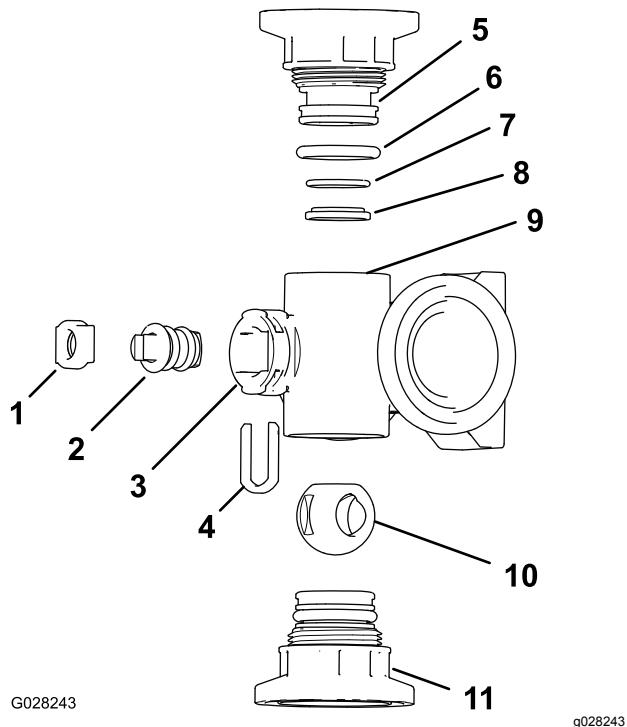
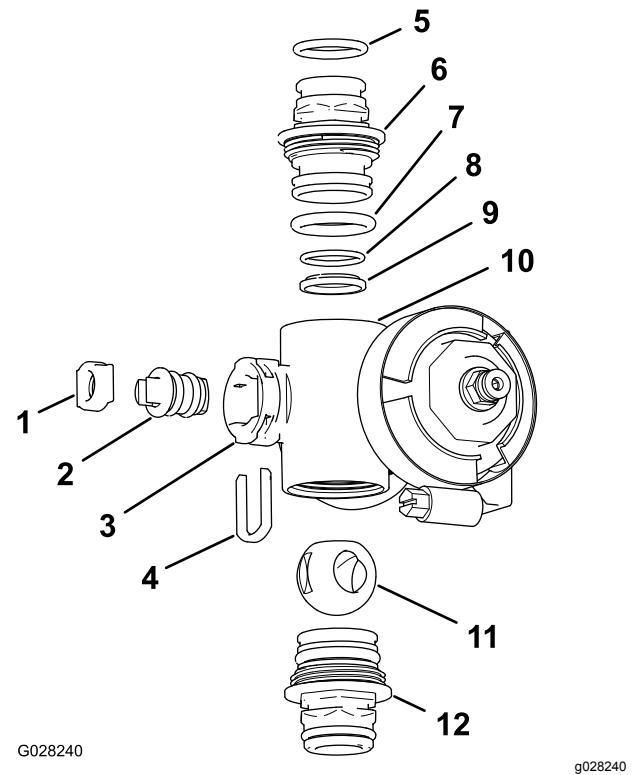

Bild 114
Bild 115
2. Nehmen Sie die zwei Endkappen-Anschlussstücke von jedem Ende des Verteilergehäuses ab (Bild 114 und Bild 115).
- Nehmen Sie den Schafthalter aus den Schlitten im Schaftanschluss im Verteiler heraus (Bild 114 und Bild 115).
- Nehmen Sie den Schafthalter und den Ventilschaftsockel aus dem Verteiler heraus (Bild 114 und Bild 115).
- Fassen Sie in das Verteilergehäuse und nehmen Sie den Ventilschaft heraus (Bild 114 und Bild 115).
1. Überprüfen Sie den Zustand der O-Ringe des Auslaufanschlussstücks (nur Abschnittventilverteiler), der Endkappen-O-Ringe, der hinteren O-Ringe und den Kugelsockel auf Beschädigungen oder Abnutzung (Bild 114 und Bild 115).
2. Tragen Sie Silikonfett auf den Ventilschaft auf und setzen ihn in den Ventilschaftsockel (Bild 114 und Bild 115) ein.
3. Setzen Sie den Ventilschaft und den Sockel in den Verteiler und befestigen Sie den Schaft und den Sockel mit dem Schafthalter (Bild 114 und Bild 115).
4. Stellen Sie sicher, dass die hinteren O-Ringe und der Kugelsockel ausgefluchtet sind und im Endkappen-Anschlussstück sitzen (Bild 114 und Bild 115)
5. Bringen Sie das Endkappen-Anschlussstück am Verteilergehäuse an, bis der Flansch des Endkappen-Anschlussstücks das Verteilergehäuse berührt, drehen Sie dann das Endkappen-Anschlussstück um eine weitere Achtel- bis Viertelumdrehung (Bild 114 und Bild 115).